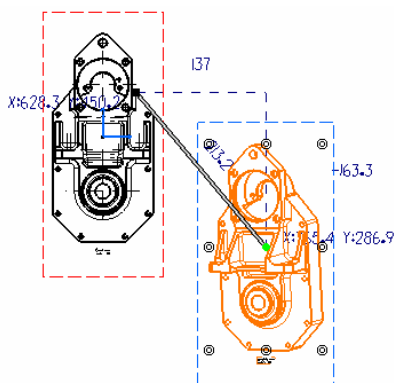

图 6-236
- 当鼠标指针移动到方向定位直线上时，会出现直线的位置和长度坐标，如图 6-236 所示。